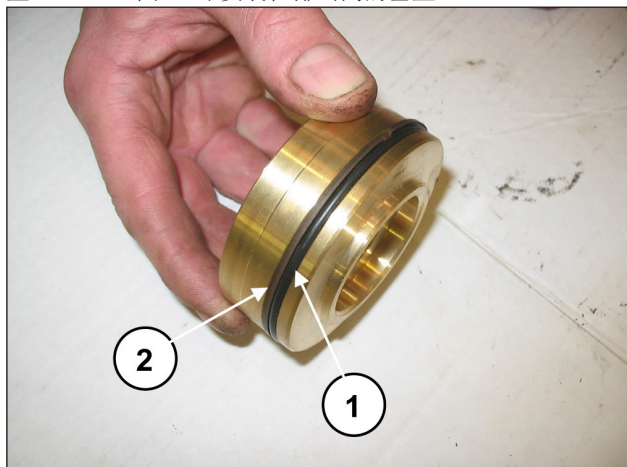

图 125
把O形环(分解图位置17, ① - 图 125)和密封环(分解图位置21, ② - 图 125)安装在排出阀的塞盖上。